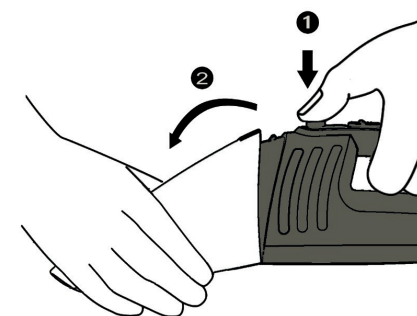

Figura 5
1. Colóquese sobre un cubo de basura y pulse el botón de apertura del depósito para separarlo del bloque del motor (figura 5).